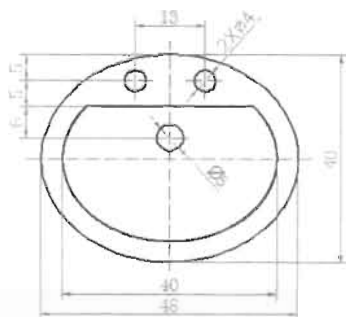

图 3-172
(2) 用 ellipse (椭圆) 命令和 Circle (圆) 命令绘制图 3-172 所示的台盆图例。